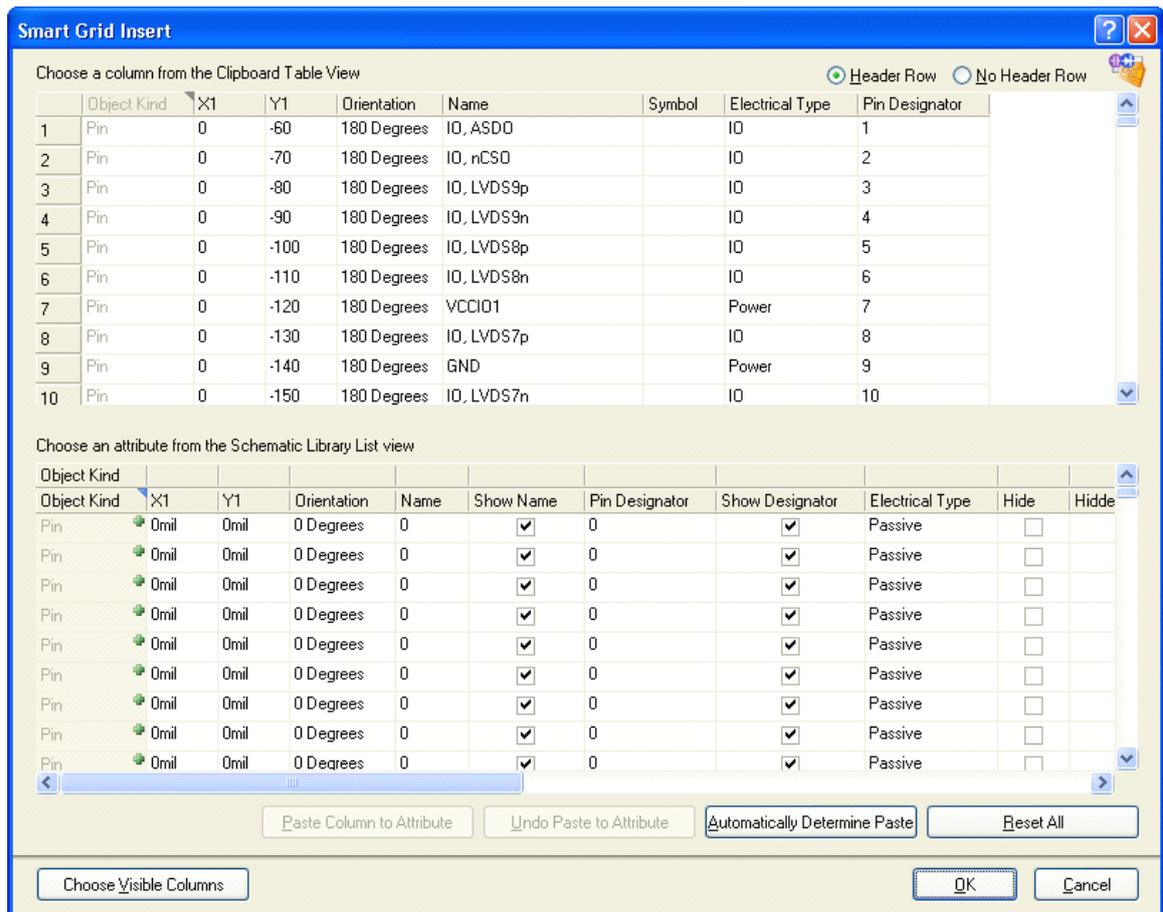

图 59.随粘贴出现的智能网格插入对话框
- 图 59 对话框显示你现在能从电子表格中设置到 Altium Designer 的列表。在这个过程中，如果没有复制列的名称，可以手动来完成，在上面部分选择一列并在下面部分选择匹配的列，然后按 **Paste Column to Attribute** 按钮来链接。如果正确复制了列表名称，通过点击 **Automatically Determine Paste** 按钮完成自动粘贴